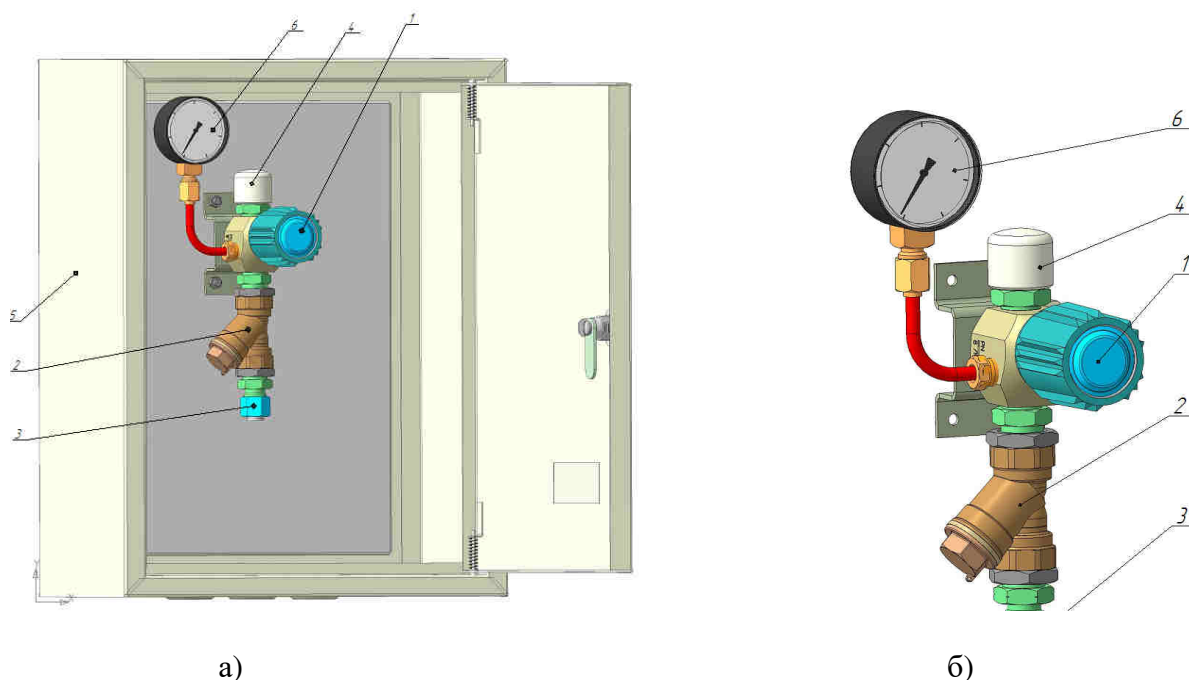

Рис. 1. Пост газоразборный: а - ПГВ-25-з; б - ПГВ-25
4.1 Внешний вид поста показан на рис. 1